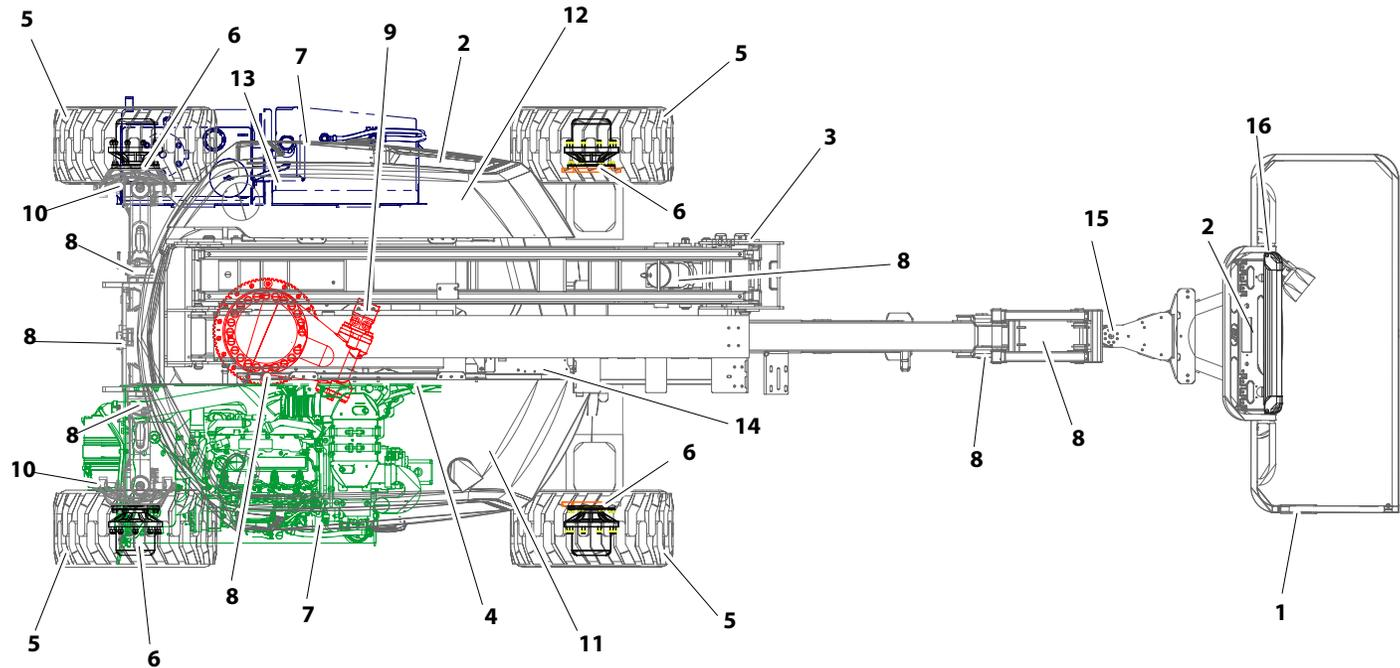

Figura 2-2. Inspección visual diaria: hoja 1 de 3
5. **Inspección visual** — Consultar la Figura 2-2.